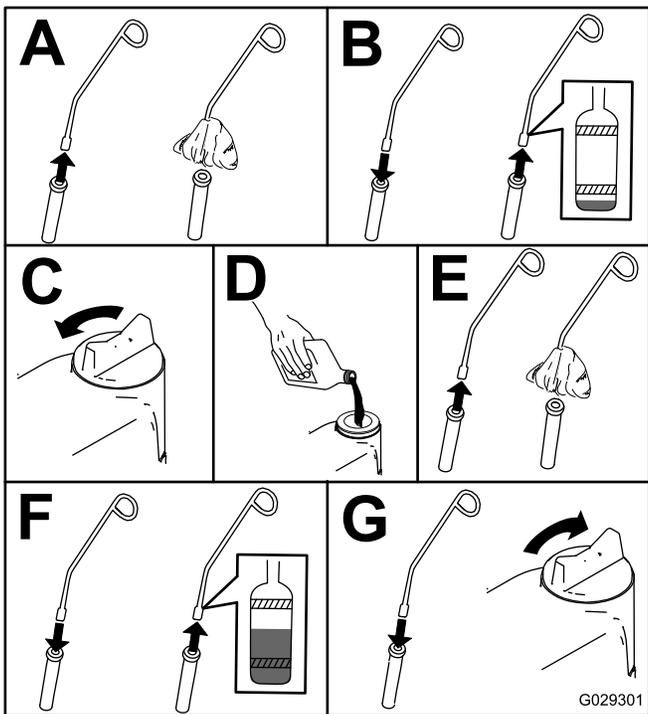

Figura 40
3. Compruebe el nivel de aceite del motor, según se muestra en Figura 40.